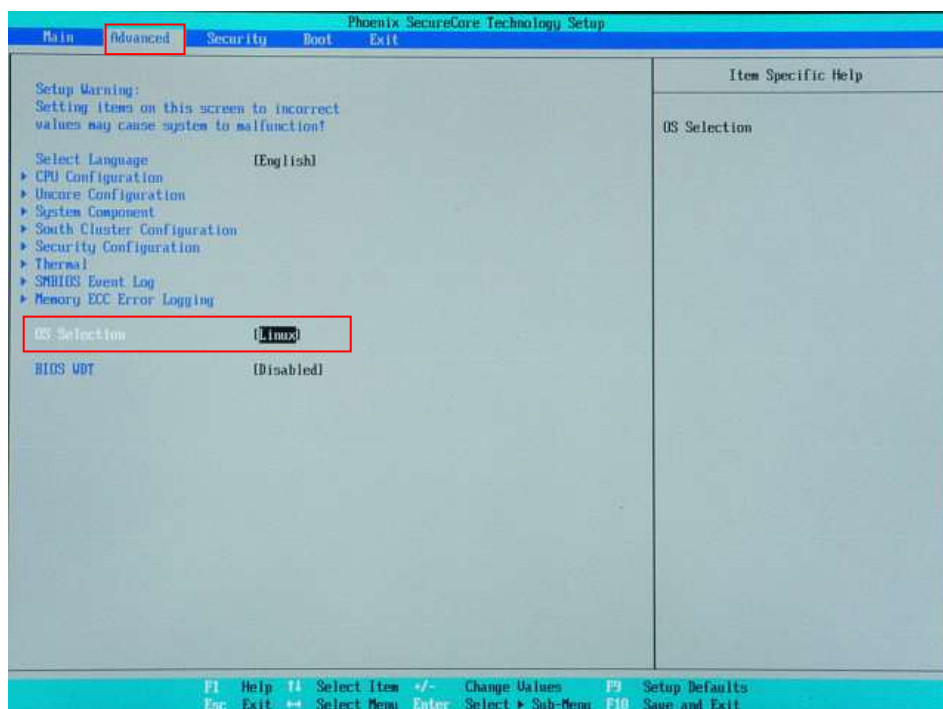

図 6-1-2-1. BIOS 設定 Advanced メニュー
- ⑦ [Boot]メニューを選択します。(図 6-1-2-2)
- ⑧ [USB HDD] (接続した USB メモリ)を[ATA HDD0] (m-SATA メインストレージ)よりも上に設定します。